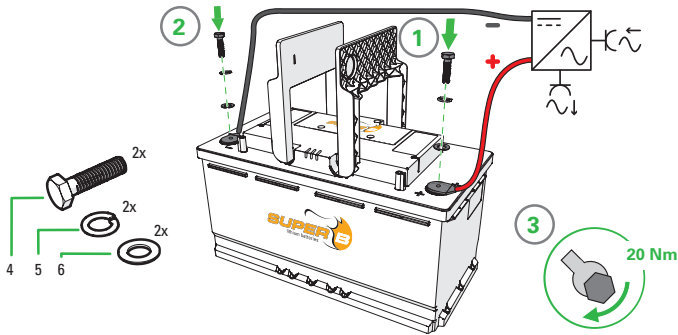

Figure 7. Connexion du raccord réducteur des câbles d'alimentation
2. Connecter la charge ou le chargeur à la borne X2 (+) de la batterie Li-ion (figure 7).
3. Connecter ensuite la borne X1 (-) de la batterie Li-ion (figure 7).